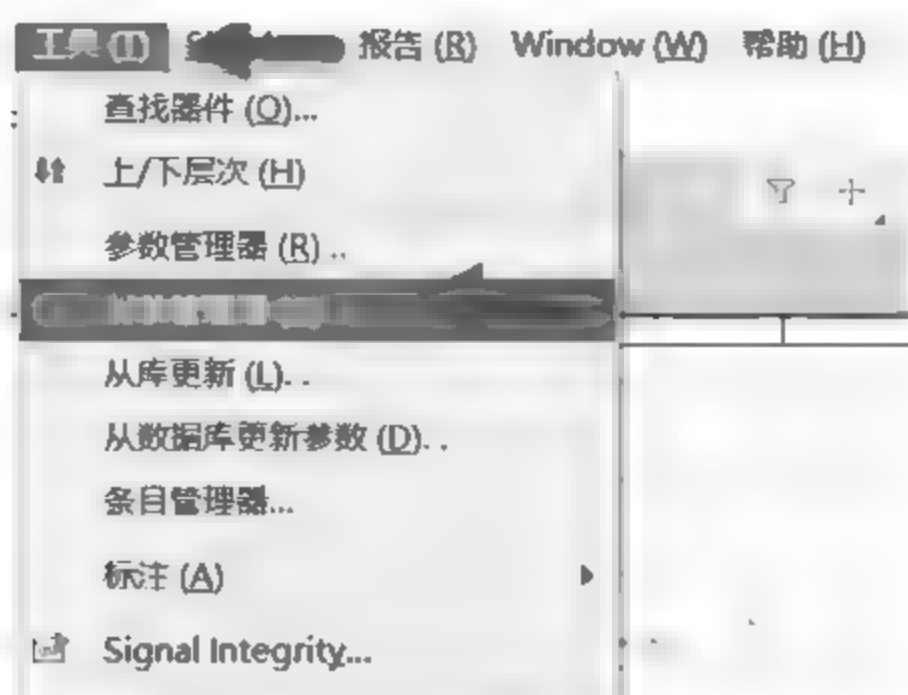

图 3-66 打开封装管理器
(1) 在原理图编辑界面下,执行菜单栏中“工具”→“封装管理器”命令(如图 3-66 所示),或按快捷键 T+G,打开封装管理器,从中可以查看原理图所有元件对应的封装模型。